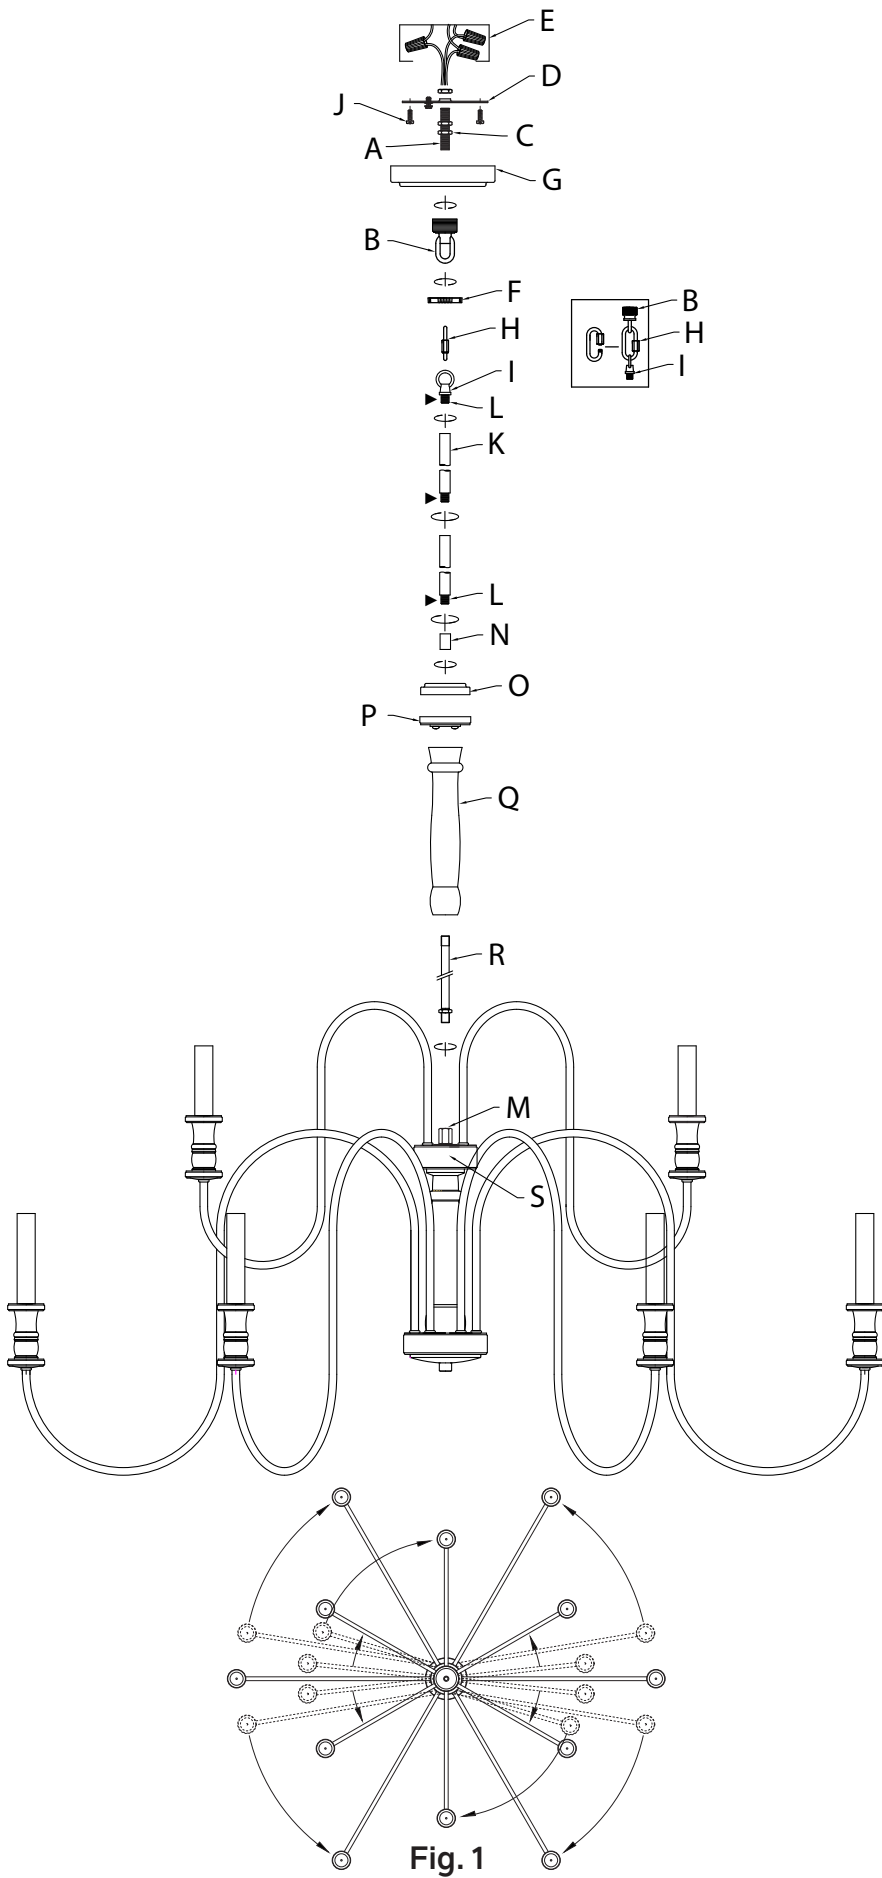

Fig. 1
- Rotate fixture arms into position as shown (Fig. 1).
- Tournez les bras du luminaire en position (voir Fig. 1).